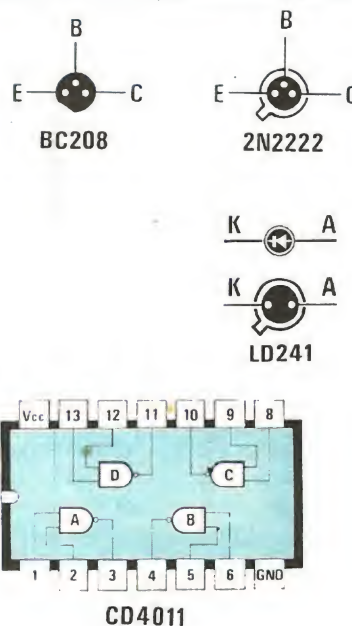

Fig. 2 Connessioni dei transistor e dei fotodiodi, visti da sotto e schema interno dell'integrato impiegato in questo progetto.
Nel montare questi diodi dovremo fare molta attenzione a non scambiare fra di loro i terminali anodo (A) e catodo (K), vedi fig. 2, perché essendo questi collegati in serie, è sufficiente invertirne anche uno solo per impedire al circuito di funzionare.
Comunque per comprendere meglio il funzionamento di questa parte di circuito sarà bene osservare la fig. 2 in cui sono disegnate le forme d'onda che si possono rilevare in condizioni normali di funzionamento, rispettivamente sul collettore di TR5, sull'uscita 10 di IC1A, sull'uscita 7 di IC1B e sull'uscita 10 di IC2C.